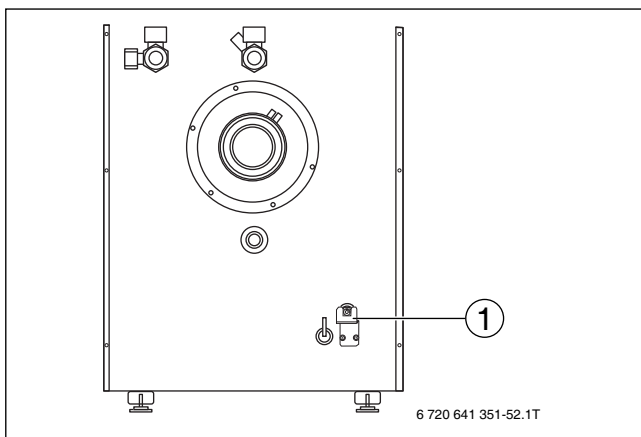

Bild 34 Haltewinkel montieren
- Haltewinkel (→ Bild 34, [1]) mit den zuvor entfernten Schrauben an der Rückwand montieren.